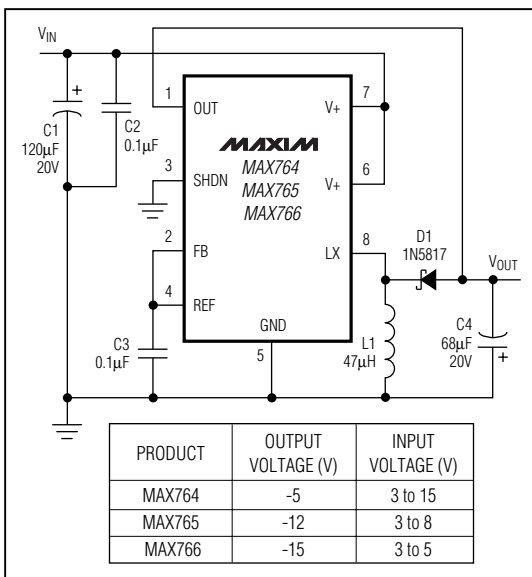

図2. 固定出力電圧動作
**Note 2:** Circuit of Figure 2.
CIRCUIT OF FIGURE 2,  $V_+ = 5V$ ,  $I_{LOAD} = 100mA$ ,  $V_{OUT} = -5V$
CIRCUIT OF FIGURE 2,  $V_+ = 5V$ ,  $V_{OUT} = -5V$
CIRCUIT OF FIGURE 2,  $V_{OUT} = -5V$ ,  $I_{LOAD} = 100mA$
CIRCUIT OF FIGURE 2,  $V_+ = 5V$ ,  $V_{OUT} = -5V$ ,  $I_{LOAD} = 140mA$
CIRCUIT OF FIGURE 2,  $V_+ = 5V$ ,  $V_{OUT} = -5V$ ,  $I_{LOAD} = 80mA$
CIRCUIT OF FIGURE 2,  $V_+ = 5V$ ,  $V_{OUT} = -5V$ ,  $I_{LOAD} = 240mA$
図2及び図3にこれらの素子の標準的なアプリケーション回路を示します。これらの構成ではICは入力( $V_{+}$ )と出力( $V_{OUT}$ )の総電圧差によって駆動されます。この方式の利点は内部PチャネルパワーMOSFETのゲートに印加される信号が最大になることです。これによりゲート駆動電圧が高くなり、スイッチのオン抵抗が減少し、DC-DCコンバータの効率が高まります。